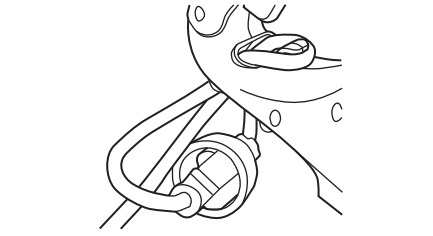

Fig. 2
2. Haga un pequeño lazo con la extensión y páselo a través del agujero del cable que está en la empuñadura trasera (Fig. 2).
3. Mueva el bucle hacia un lado y sobre el gancho para colgar el cable y hale el cable suavemente para asegurar el bucle en el gancho (Fig. 2). Esto ayuda a evitar que la unidad se desconecte por accidente.
2. Saque el bucle de la extensión del gancho del cable (Fig. 2).